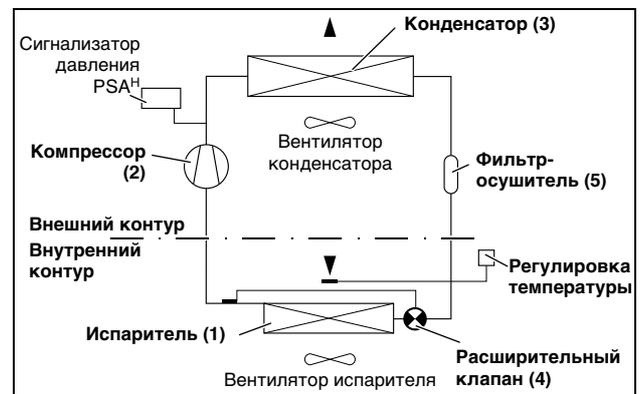

Рис. 2: Контур охлаждения
Холодильный агрегат (компрессорная холодильная установка) состоит из четырех основных компонентов (см. рис. 2): испаритель (1), компрессор (2), конденсатор (3) и регулировочный или расширительный клапан (4), которые связаны между собой при помощи трубопроводов. Этот контур охлаждения заполнен низкокипящим хладагентом. Хладагент R134a ( $\text{CH}_2\text{FCF}_3$ ) не содержит хлора. Его потенциал разрушения озона равен нулю.